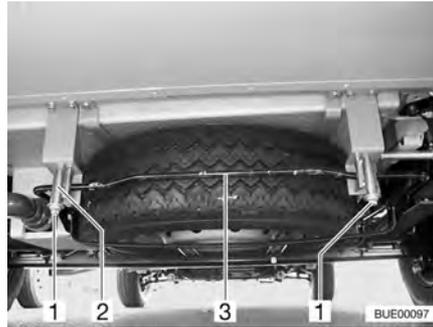

Fig. 264 Système de maintien de la roue de secours (panier)
- Desserrer les écrous (Fig. 264,1) des crochets arrière droit et gauche (Fig. 264,2) du système de maintien de la roue de secours.
- Pousser légèrement le tenon (Fig. 264,3) vers le haut. Tirer simultanément le crochet vers le bas et décrocher le tenon.